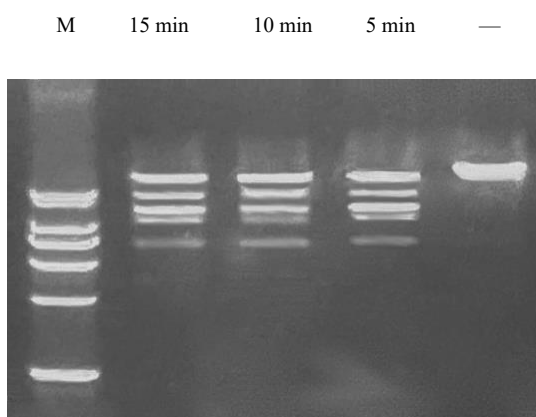

Fig. 1 不同添加量 EcoRI (Quick) 酶切 λ DNA 性能展示
1. 用快速型限制性内切酶 EcoRI (Quick) 孵育切割 1 μ g λ DNA，反应条件 37°C 5 ~ 15 min。结果表明，快速型内切酶最快 5 min 即可完成切割反应，且切割条带特异性好 (Fig. 1)。